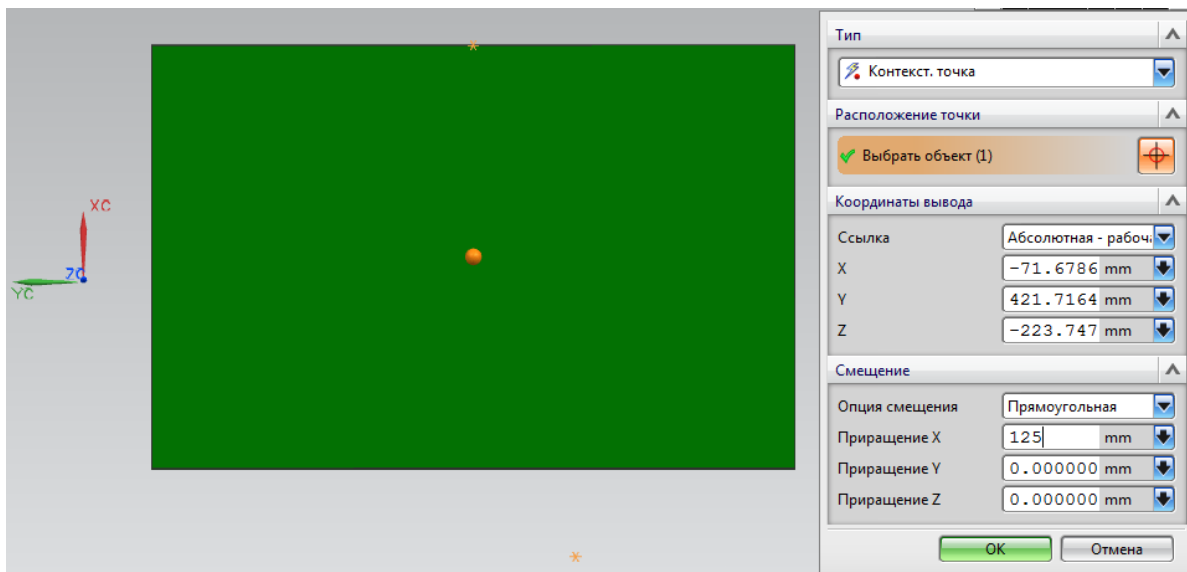

Рис. 2.6. Ввод значений смещения точки
- введите значение, равное половине ширины основания в разделе **Смещение** диалогового окна (см. рис. 2.6).